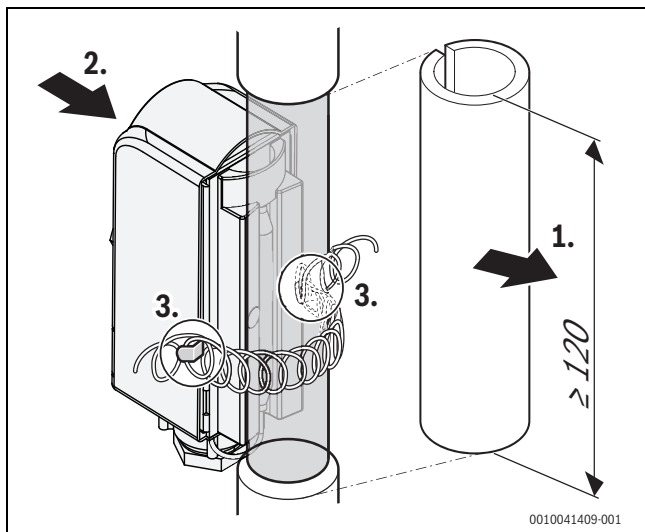

Fig. 19 Monter le thermostat
- ▶ Fixer le thermostat de sécurité sans interstice sur le tuyau de départ à l'aide d'un ruban à ressort (→ fig. 19).